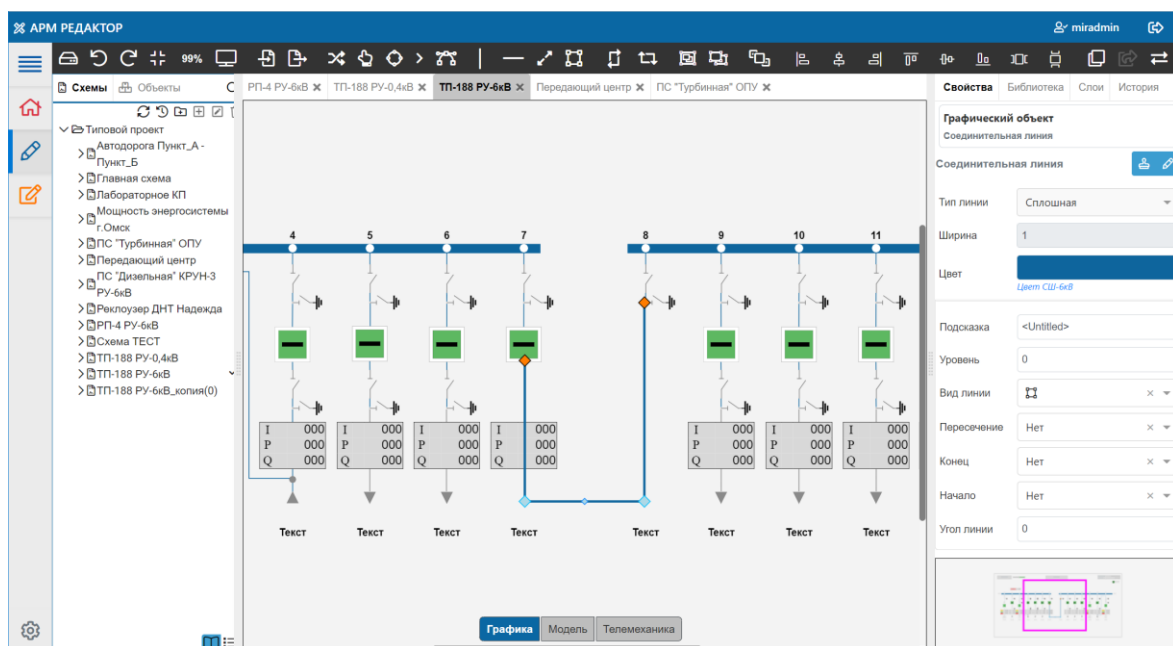

Рисунок 47
- символы начала и окончания линии (рисунок 47);
- вид линии: \ (Прямая) или  (Ортогональная) – рисунок 47. При выборе ортогонального вида линии вновь строящиеся линии будут состоять из прямолинейных взаимно перпендикулярных отрезков;